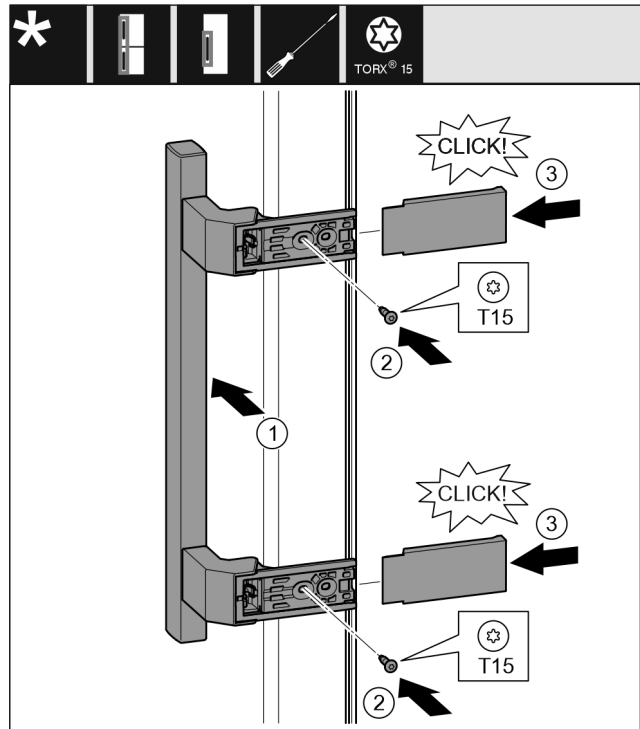

Fig. 40
- ▶ Griff auf der Gegenseite ansetzen. Fig. 40 (1)
- ▶ Schrauben mit Schraubendreher T15 festschrauben. Fig. 40 (2)
- ▶ Abdeckungen seitlich ansetzen und aufschieben. Fig. 40 (3)